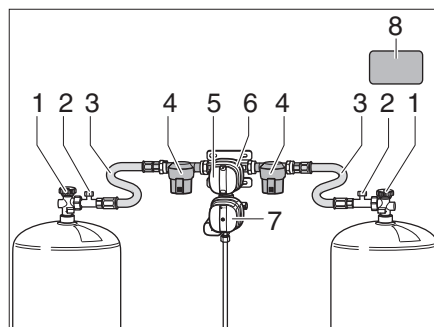
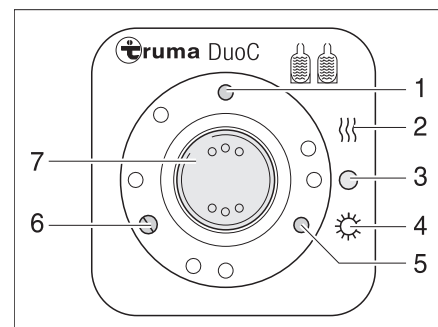
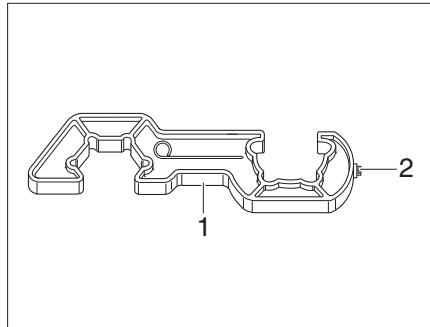
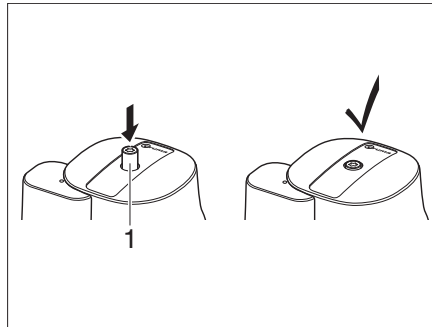

Fig. 229 Dispositif de commutation DuoControl
Fig. 230 Unité de commande
Fig. 232 Dispositif de vissage
Fig. 233 Crash-Sensor
Le dispositif de commutation DuoControl est constitué d'une robinetterie de commutation (Fig. 229,6) et de l'unité de commande (Fig. 230). La robinetterie de commutation est montée entre les flexibles de gaz (Fig. 229,3). Avec le bouton rotatif (Fig. 229,5) sur la robinetterie de commutation, on peut déterminer laquelle des bouteilles de gaz est la bouteille de service et quelle bouteille de gaz est utilisée comme bouteille de réserve.
La robinetterie de commutation (Fig. 229,6) est équipée de l'installation de dégivrage du régulateur EisEx. On évite ainsi des dérangements de l'installation de gaz en hiver.
Avant la robinetterie de commutation se trouvent de chaque côté un filtre à gaz (Fig. 229,4), lequel protège l'installation de gaz de l'encrassement par l'huile et des impuretés.
Seules les fonctions électriques peuvent être commandées sur l'unité de commande (Fig. 230). Les robinets principaux des bouteilles de gaz (Fig. 229,1) doivent être ouverts manuellement.
Lorsque le voyant de contrôle vert (Fig. 230,6) est allumé, la bouteille de service est pleine. Lorsque le voyant de contrôle rouge (Fig. 230,5) est allumé, la bouteille de service est vide. L'alimentation en gaz se fait alors via la bouteille de réserve.
- Ouvrir les robinets principaux (Fig. 229,1) sur les bouteilles de gaz.
- Avec le bouton rotatif (Fig. 229,5) situé sur la robinetterie de commutation (Fig. 229,6), sélectionner la bouteille de gaz à partir de laquelle le gaz sera utilisé principalement (bouteille de service). Toujours tourner le bouton rotatif à fond.
- Mettre le commutateur à bascule (Fig. 230,7) sur "O" (Fig. 230,3). Le voyant de contrôle jaune (Fig. 230,1) s'éteint.
- Fermer les robinets principaux (Fig. 229,1) sur les bouteilles de gaz.
Les voyants de contrôle de l'unité de commande (Fig. 230,5 et 6) signalent à l'intérieur du véhicule si la bouteille de gaz est en état de marche.
Lorsque le voyant de contrôle vert (Fig. 230,6) s'éteint pendant le fonctionnement et que le voyant de contrôle rouge (Fig. 230,5) s'allume, la bonbonne de gaz sélectionnée comme bouteille de service est vide et doit être remplacée. La bouteille de réserve alimente les appareils à gaz.
- ▶ Pour visser et dévisser les flexibles à haute pression, utiliser le dispositif de vissage (Fig. 232,1) fourni. Il assure le couple de serrage requis et prévient l'endommagement du raccord vissé par l'utilisation d'un outil incorrect.
- Fermer le robinet principal (Fig. 229,1) sur la bouteille de gaz vide.
- Dévisser le flexible à haute pression (Fig. 229,3) de la bouteille de gaz à l'aide du dispositif de vissage (Fig. 232).
- Raccorder la bouteille de gaz pleine au flexible à haute pression (Fig. 229,3).
- Ouvrir le robinet principal (Fig. 229,1) sur la bouteille de gaz.
- Tourner le bouton rotatif (Fig. 229,5) de la robinetterie de commutation (Fig. 229,6) d'un demi-tour de manière à ce que la bouteille remplacée serve de bouteille de réserve.
- Appuyer sur le bouton (Fig. 229,2) de la sécurité de rupture de flexible sur le tuyau flexible haute pression afin de l'activer.
- Le cas échéant, appuyer sur le bouton de réinitialisation (Fig. 233,1) sur le Crash-Sensor.
- ▶ Tenir compte de l'autocollant de sécurité (Fig. 229,8) sur le compartiment à gaz.
- Avec le Torx T20 (Fig. 232,2), enfoncer le bouton de déverrouillage (Fig. 233,1) sur le dispositif de vissage, tourner légèrement dans le sens des aiguilles d'une montre et maintenir pendant 5 secondes. Le Crash-Sensor est prêt à fonctionner lorsque le bouton de déverrouillage (Fig. 233,1) reste en position abaissée.
- Après le remplacement de la bouteille de gaz, appuyer avec force sur le bouton vert (Fig. 229,2) sur le flexible à haute pression (Fig. 229,3).